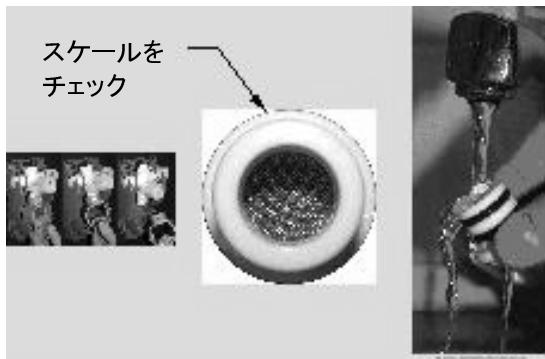

図 8. ノズルのスケールをチェックする / 洗浄
- ノズル(A-ギャップの場合)にスケールがあるかチェックし、ある場合はノズルを交換します。ゴミが詰まっているときは水で洗浄します(図8参照)。